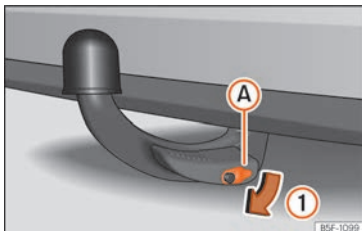

Abb. 299 Schussabdeckung abnehmen
- Nehmen Sie die Schlossabdeckung (A) in Pfeilrichtung (1) vom Schloss ab »» Abb. 299.